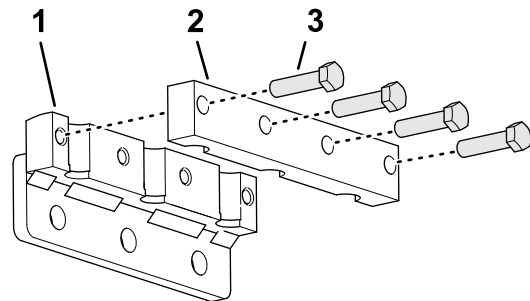

Figura 40
1. Instale provisionalmente la abrazadera de taladros al portataladros (Figura 40) con 4 pernos ($\frac{3}{8}$ " x $1\frac{1}{2}$ "). No apriete los pernos.